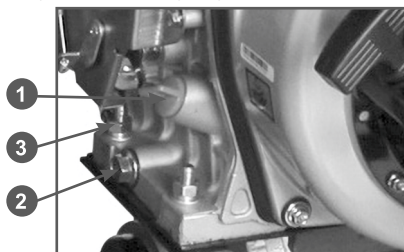

Рис. 3 Проверка уровня масла в картере
Для заправки моторного масла необходимо проверить уровень масла в картере (Рис.3):
- Очистите от загрязнений зону вокруг маслозаливной горловины. Выкрутите крышку-щуп 1 (Рис. 3) из горловины, протрите щуп насухо.
- Открутите сливной болт 2 (Рис. 3) и слейте масло в специальную емкость. Закрутите сливной болт.
- Открутите болт 3 (Рис. 3) фиксации масляного фильтра и вытащите масляный фильтр.